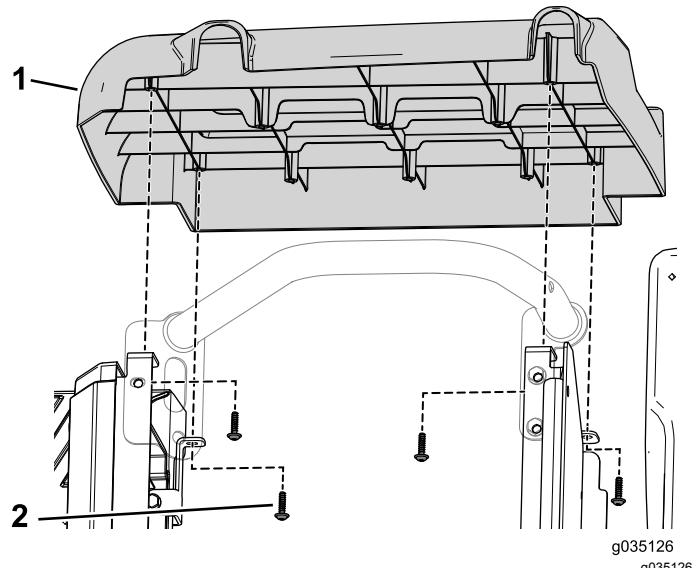

Figure 9
1. Retirez les 4 vis autotaraudeuses qui fixent le panneau droit sur la machine (Figure 9).
3. Fixez le panneau droit à l'aide des 4 vis autotaraudeuses retirées précédemment (Figure 9).